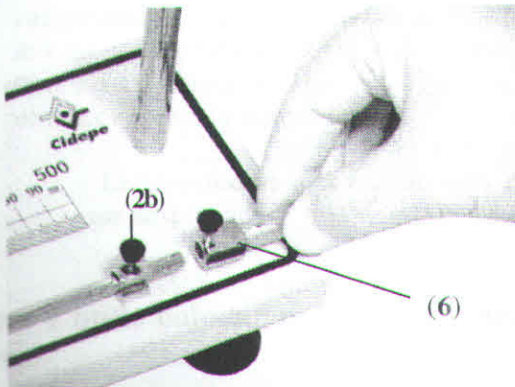

Figura 5
- Encaixe o conjunto com conexão rápida (6) ao corpo de prova, após o guia (2b) - Figura 5.